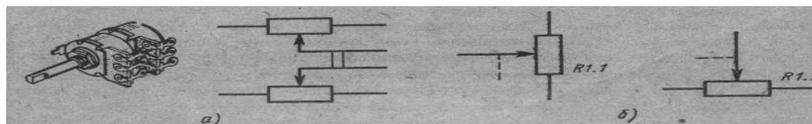

Рис. 10. Внешний вид и обозначение блоков с переменными резисторами.
- Для регулирования **громкости, тембра, уровня записи** в стереофонической аппаратуре, частоты в измерительных генераторах сигналов и т. д. применяют **сдвоенные переменные резисторы**, сопротивления которых изменяются одновременно при повороте общей оси (или перемещении движка). На схемах символы входящих в них резисторов стараются расположить возможно ближе друг к другу, а механическую связь показывают либо двумя сплошными линиями, либо одной штриховой (рис. 10,а).
- Если же сделать этого не удастся, т. е. символы резисторов оказываются на большом удалении один от другого, механическую связь изображают отрезками штриховой линии (рис. 10,б). Принадлежность резисторов к одному сдвоенному блоку показывают в этом случае и в позиционном обозначении (R1.1—первый — по схеме — резистор сдвоенного переменного резистора R1, R1.2 — второй).